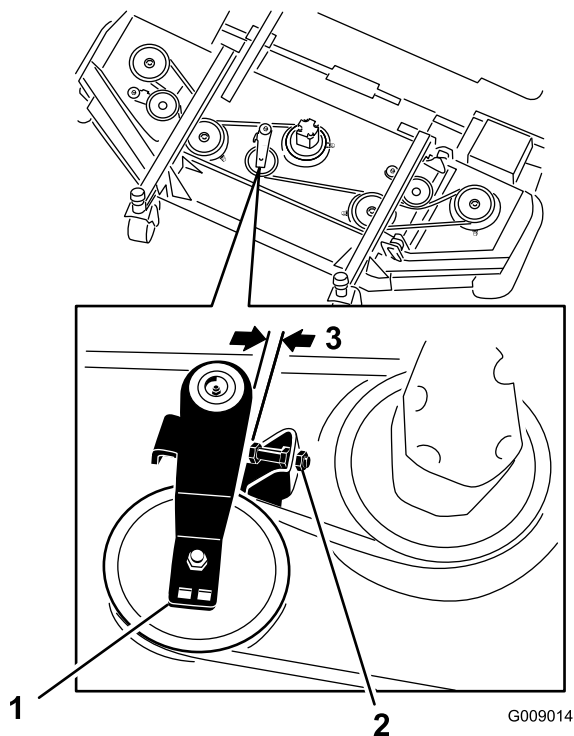

Bild 80
2. Lösen Sie am Frontmähwerk die Klemmmuttern an der Anschlagsschraube der Spannscheibe und drehen Sie die Anschlagsschraube in die Halterung (Bild 80).
3. Schieben Sie die Spannscheibe mit einem Schraubenschlüssel oder einem ähnlichen Werkzeug (Bild 80) vom Treibriemen und lassen Sie den Riemen von der Getriebespannscheibe rutschen.